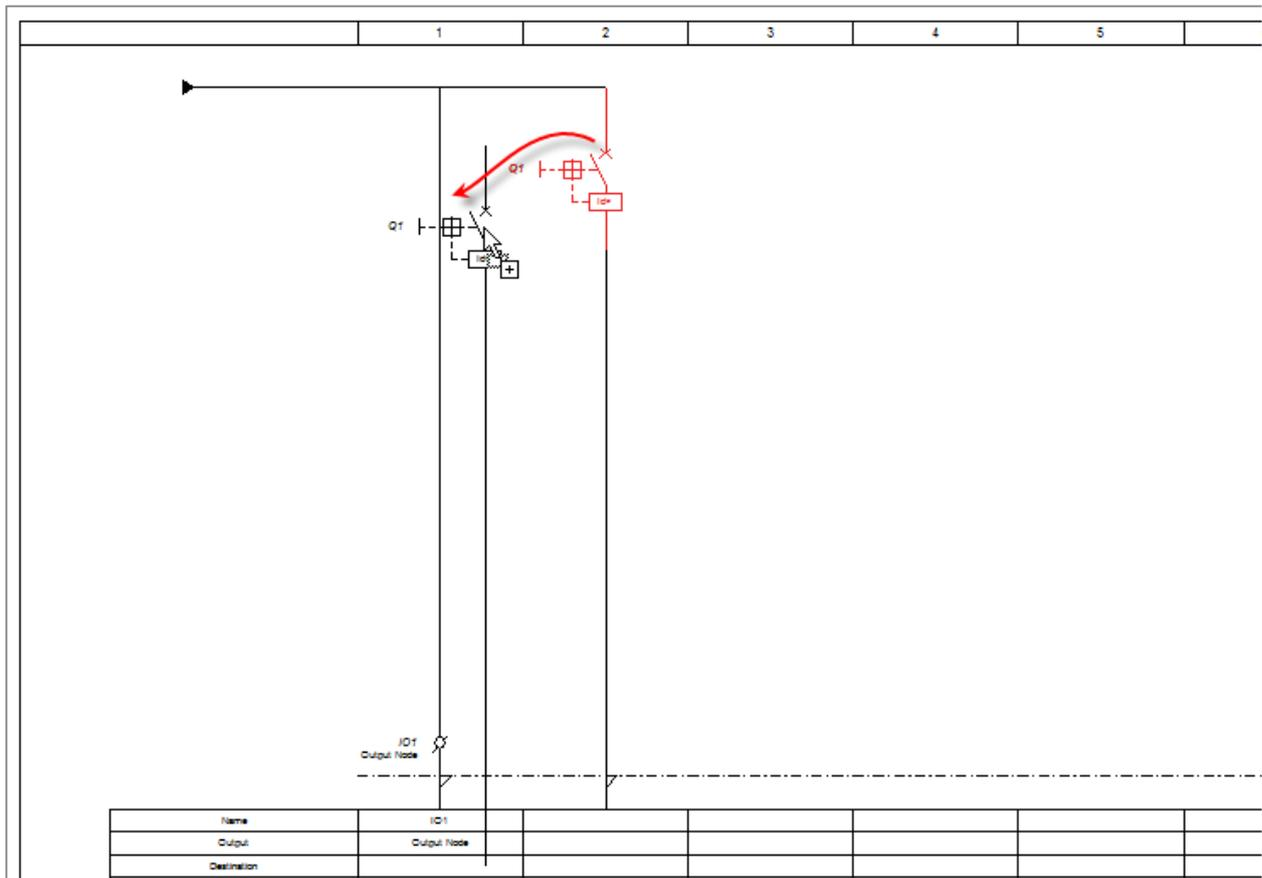

Fig. 30.
- Arrastre-y-suelte el símbolo en la parte superior del nodo de salida para conectarlo a su línea (fig. 30)